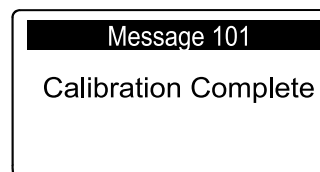

Figure 70
**Remarque:** Le message CALIBRATION COMPLETE (étalonnage terminé) s'affiche (Figure 70) et la tête se relève complètement.